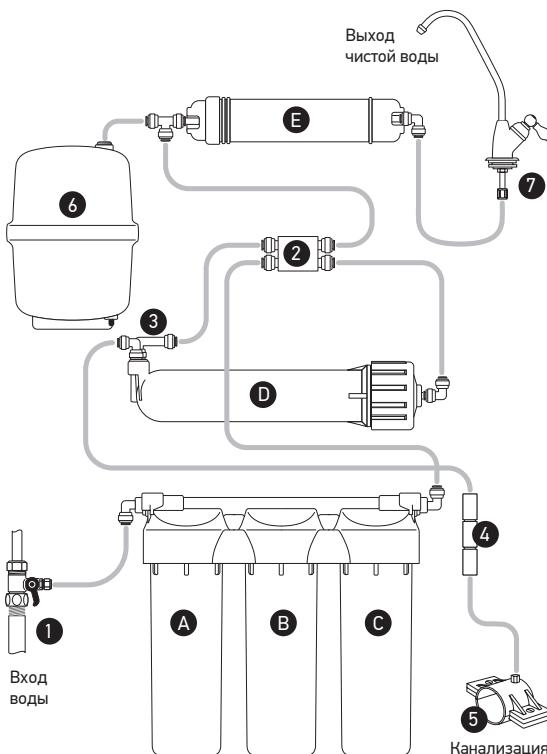

Рис.2. Принципиальная схема подключения фильтра Start Osmos.
На первой ступени (A) предварительной очистки картридж из полипропилена задерживает механические примеси и прочие частицы размером крупнее 5 микрон (Рис. 2).
Соединить трубкой выходной фитинг третьей ступени (С) с свободным фитингом управляющего клапана (2) согласно схеме на Рис.2.
- Собрать с помощью входящей в комплект поставки пластиковой трубы (шланга) систему «магистраль → система обратного осмоса → кран» в соответствии со схемой подключения на Рис.2.